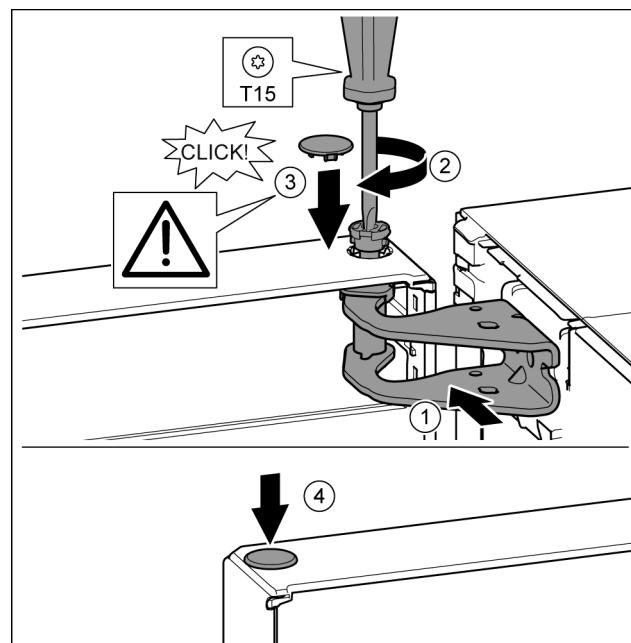

Fig. 20
- Tür oben zur Öffnung im Lagerbock ausrichten. Fig. 20 (1)
- Bolzen einsetzen und mit Schraubendreher T15 fest-schrauben. Fig. 20 (2)
- Sicherungsabdeckung zur Sicherung der Tür montieren: Sicherungsabdeckung einsetzen und Kontrollieren ob sie auf der Tür aufliegt. Ansonsten Bolzen vollständig einsetzen. Fig. 20 (3)
- Stopfen einsetzen. Fig. 20 (4)